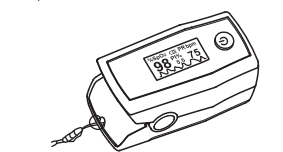

Рис. 8. Присоединение шнурка
- Проденьте второй конец шнурка через первый конец и затяните (Рис. 8).